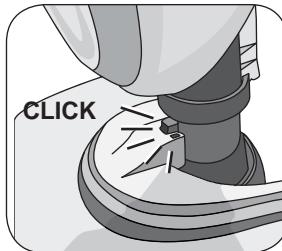
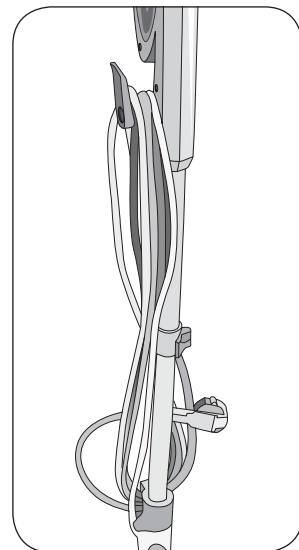
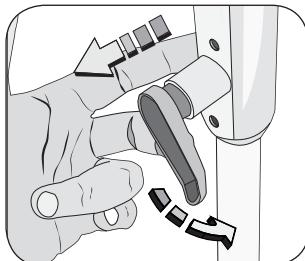

Fig. 10
Fig. 12
Fig. 11
Verwijder de stoomdoek. Kantel het apparaat voorover tot het buigpunt op de stoomkop wordt afgesloten. U hoort een klik als hij goed is aangebracht (Fig 10). Trek de haak voor de kabelopslag uit en draai hem (L) (Fig 11). De haak (I) is vast. Wikkel de stroomkabel op de twee haken (Fig 12). Zet het apparaat rechtop weg.
Om het apparaat stevig rechtop te laten staan, moet het buigpunt op de stoomkop (Fig 10) worden vergrendeld